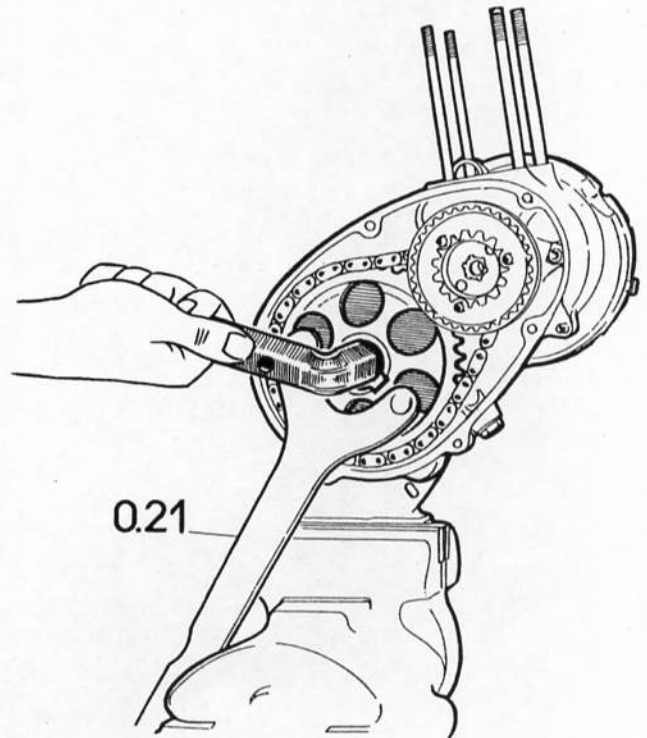

Fig. 17
- Rabattre le frein de l'écrou fixant le pignon récepteur (fig. 17).